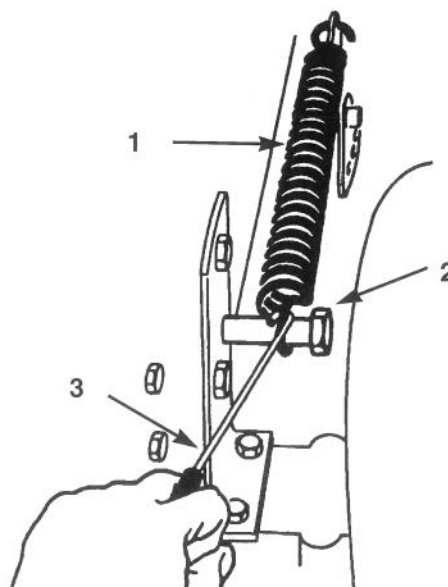

Figure 46
11. Accrocher le ressort compensateur sur le boulon de retenue (Fig. 46), à l'aide de l'outil pour ressort fourni avec la machine.